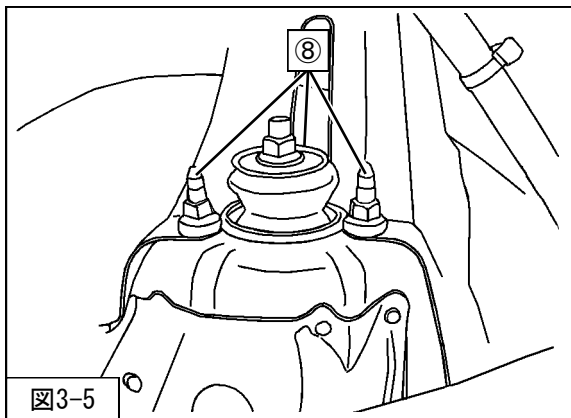

図3-5
7. ⑧リアサスペンションASSYアッパー取付ナットを取外してください。(図3-5)